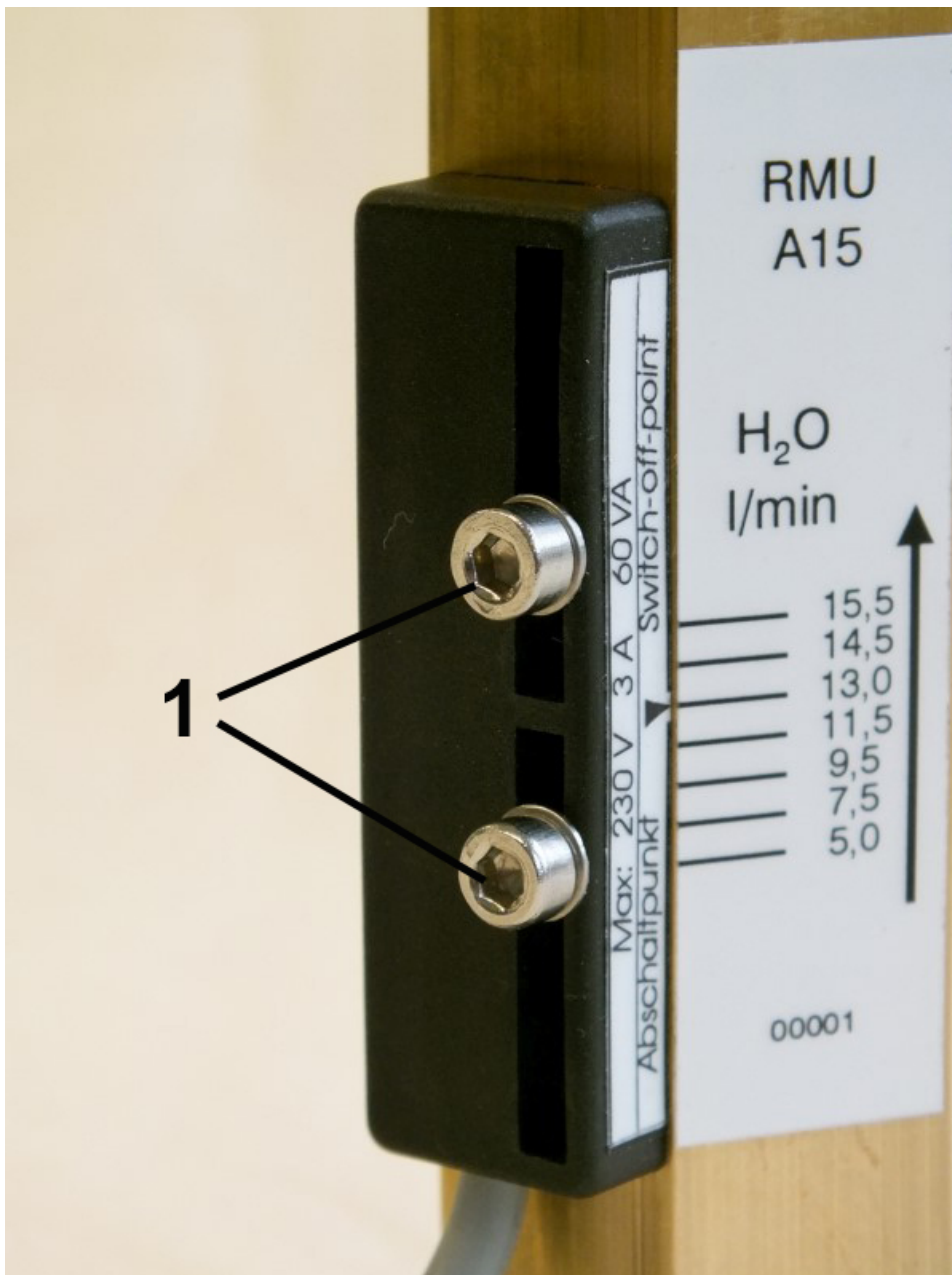

Abb. 19: Feststellschrauben lösen (Beispielskala)
1. Die Feststellschrauben des Schaltkontaktes (Abb. 19/1) mit einem Sechskant-Schraubendreher lösen.
3. Feststellschrauben des Schaltkontaktes (Abb. 19/1) mit einem Sechskant-Schraubendreher wieder anziehen. Dabei Schrauben-Anziehdrehmoment beachten.